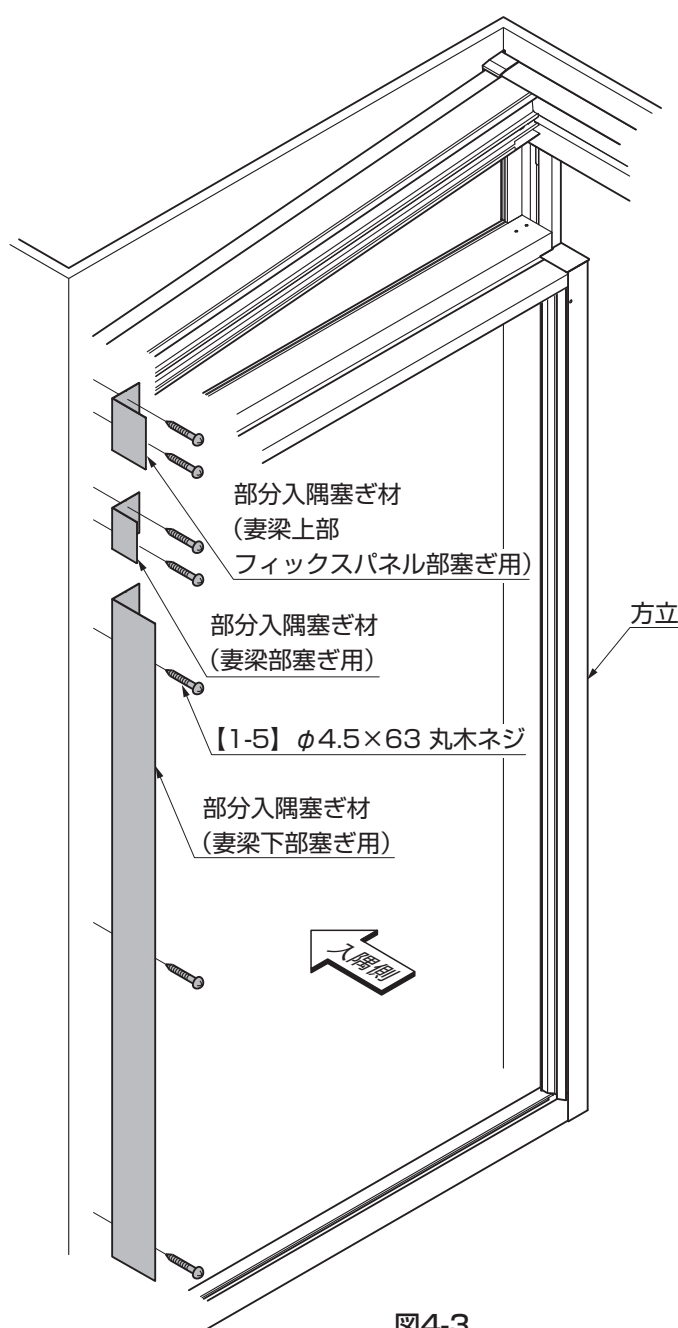
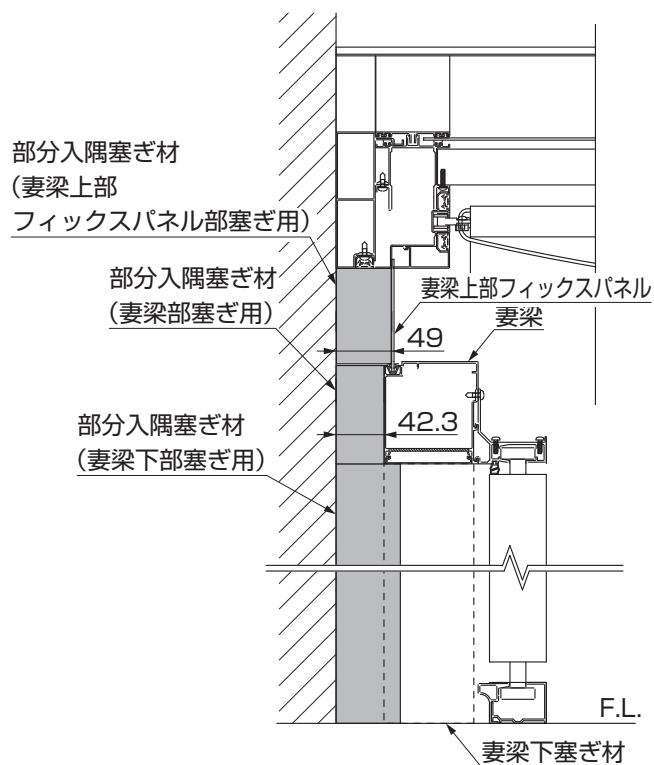

図4-3
図4-4
①間口からみた本体と躯体とのすき間を、加工した部分入隔壁材で塞いでください。(図4-3、図4-4参照)